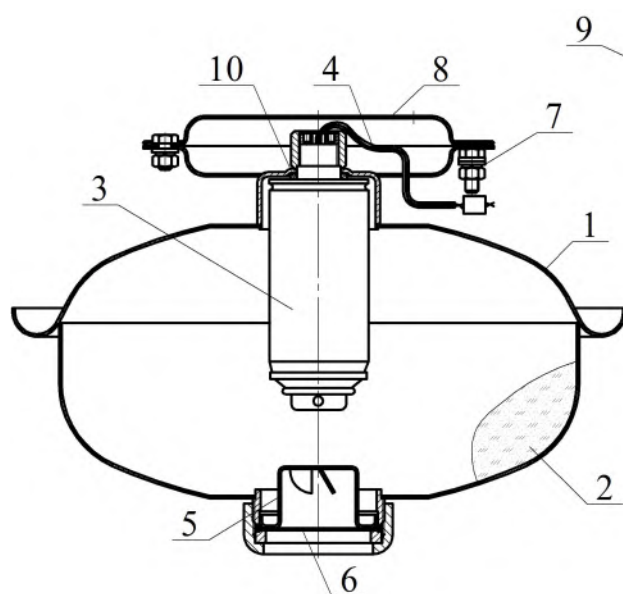
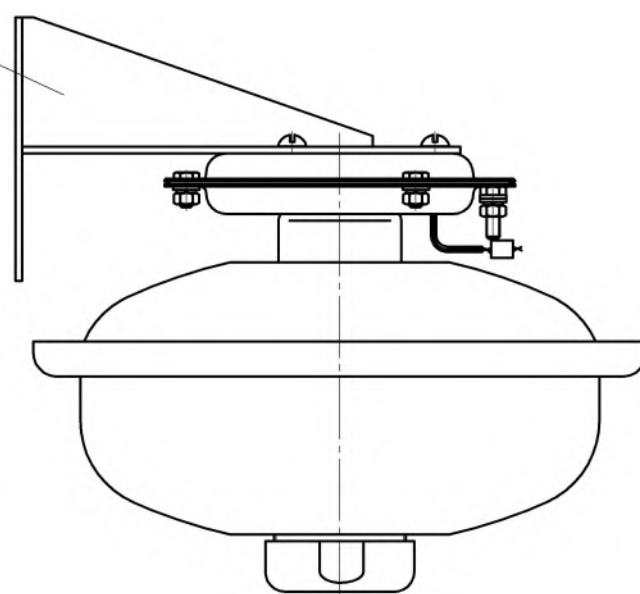

Рисунок 1
Рисунок 2
имеет заземляющий зажим 7. В верхней части МПП снабжён кронштейном 8 для крепления к потолочному перекрытию (рисунок 1) или кронштейном 9 для крепления к стене (рисунок 2).
6.2 Закрепить кронштейн 8 (см. рисунок 1) на потолке или кронштейн 9 (см. рисунок 2) на стене. Координаты отверстий в кронштейне, предназначенном для крепления МПП на потолке, приведены на рисунке 4а), на стене – на рисунке 4б).